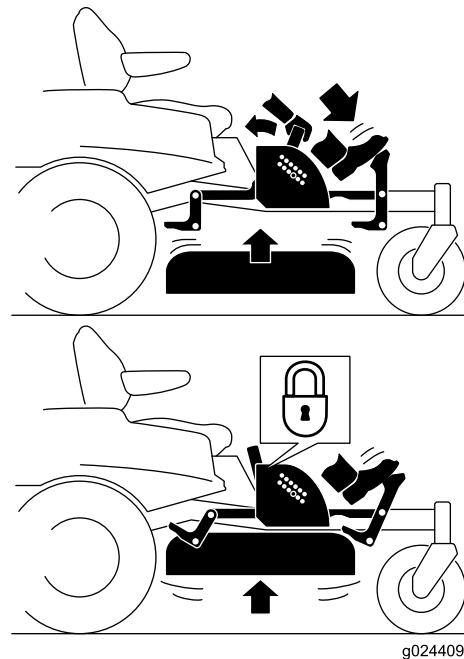

Figura 25
- Pise el pedal de elevación de la carcasa; siga pisando el pedal hasta que la carcasa quede bloqueada en la posición de transporte (Figura 25).
- Pise el pedal de elevación de la carcasa y tire hacia atrás de la palanca de bloqueo de transporte para desactivar el bloqueo de transporte (Figura 25).
4. Pise el pedal de elevación de la carcasa y tire hacia atrás de la palanca para desactivar el bloqueo de transporte (Figura 25).